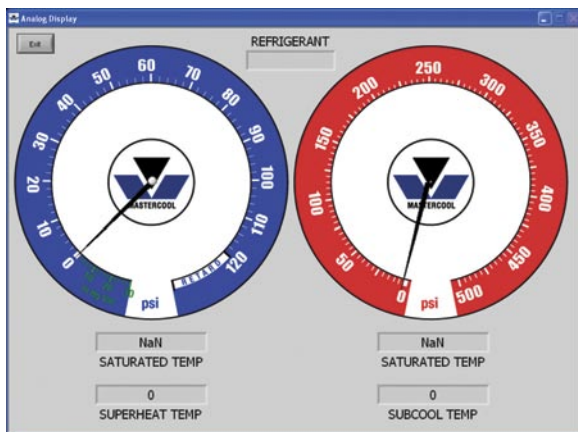

Fig. 12
- 1) Seleccione el botón ANALOG DISPLAY (MUESTRA ANALOGA) para ingresar al modo análogo. Aparecerá una nueva ventana mostrando la información digital en un formato análogo (fig. 12)